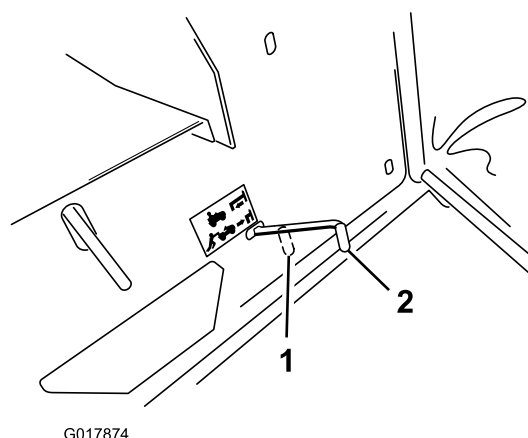

Figure 13
Remarque: Cela a pour effet de débrayer la transmission et de permettre aux roues de tourner librement (Figure 13).
2. Tirez la commande de transmission en position de fonctionnement (Figure 13) pour embrayer la transmission.